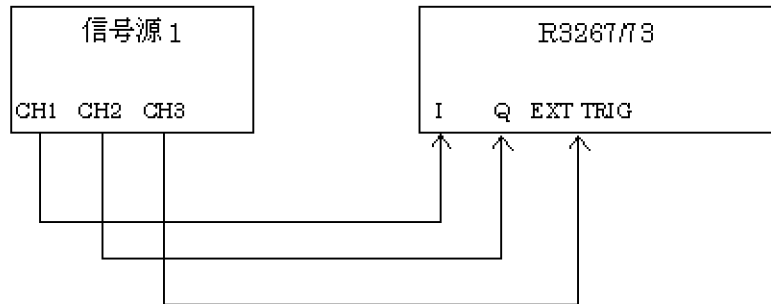

図 6-9 IQ 入力 BTS 測定接続図
1. R3267/73 と信号源を図 6-9 のように接続します。